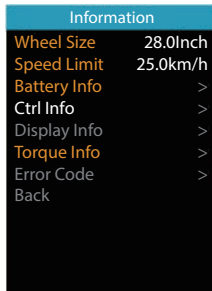

图 3-13 轮径信息查看
①轮径信息——进入“Information”菜单，轮径信息不可调，同时按下“加键”和“减键”退出到主界面或者通过“Back”→“Exit”退出到主界面。如图 3-13 所示。